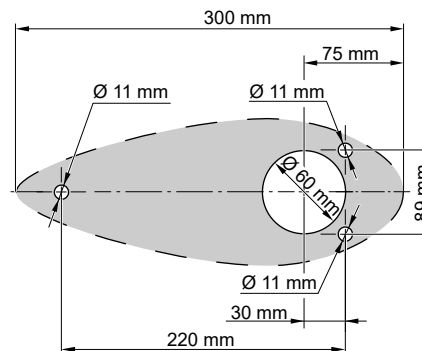

Fig. 37: Dimensjoner
1. Bor fire hull i båtskroget for å montere poden, **se "Fig. 37: Dimensjoner"**. Bruk om nødvendig den tilpassede kompensasjonsblokken som boremal.
2. Sett kompensasjonsblokken (4) på monteringsflensen (5).